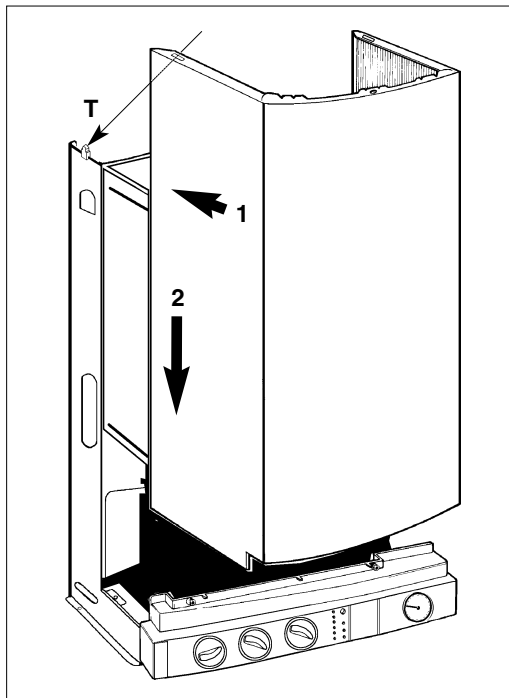

Fig. 20
- Présenter l'habillage (Fig. 20) ;